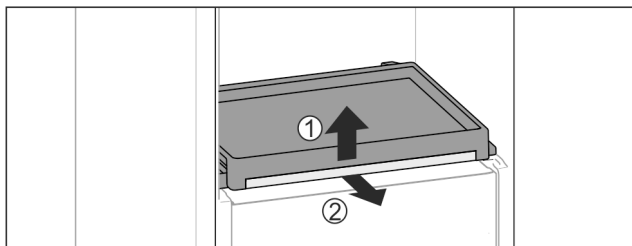

Fig. 108
- Retirar el estante extraíble con la plancha de cristal: levante ligeramente la parte delantera de la plancha de cristal Fig. 108 (1) y extraíga la hacia delante Fig. 108 (2).